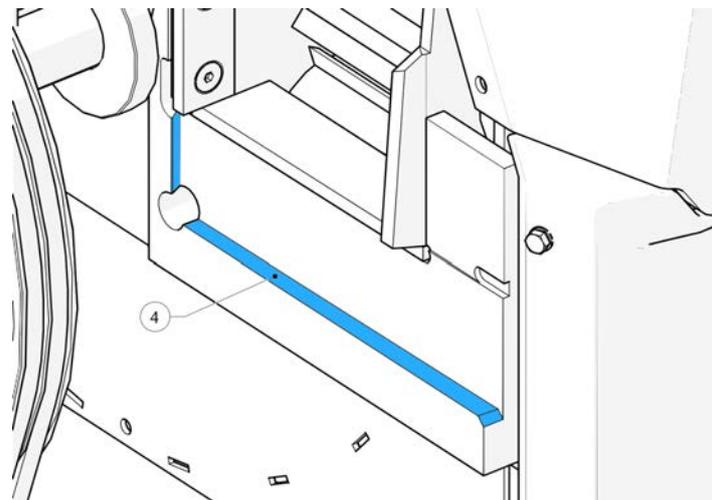

Figure 64 - Siège d'enclume
12. Assurez-vous que les sièges d'enclume ne présentent pas de saletés ni de débris avant d'insérer l'enclume (4, Figure 64).